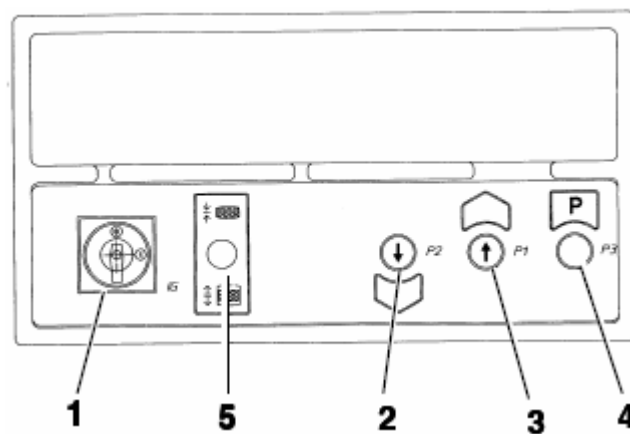

Рис. 37
Up («Вверх») – (см. Рис. 37) Поверните главный выключатель (1) в положение 1. Нажимайте кнопку подъема (3) до тех пор, пока платформы не достигнут желаемой высоты.